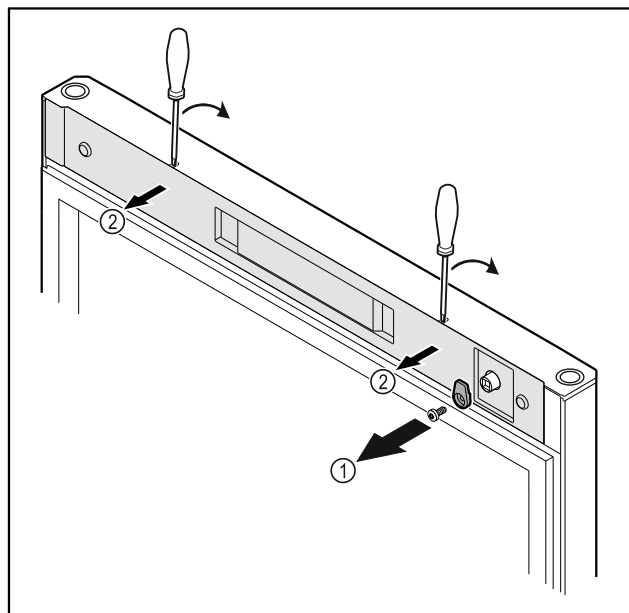

Fig. 9
- Dévisser le crochet de fermeture Fig. 9 (1).
- Décrocher le cache Fig. 9 (2) avec un petit tournevis et le retirer.